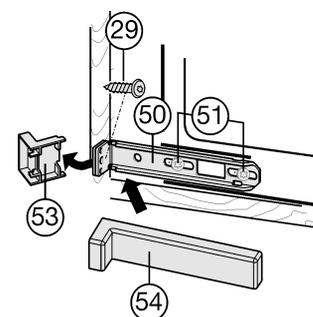

Fig. 17
- Desserrer un peu les vis Fig. 17 (51).
- Visser l'étrier inférieur Fig. 17 (50) à l'aide d'une vis à panneaux de particules Fig. 17 (29)  $\varnothing 4 \times 19$  sur la paroi du meuble.
- Casser l'extrémité du cache Fig. 17 (53) qui dépasse. Elle ne sera plus utile.
- Bien serrer les vis Fig. 17 (51).
- Remettre le cache Fig. 17 (54) sur l'étrier Fig. 17 (50) inférieur.